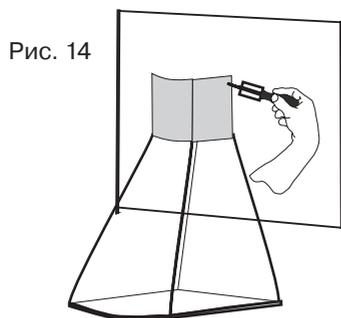

Рис. 14
5. Перед креплением декоративного короба воздуховода к планке (С, D) выведите провод для подключения вытяжки к электросети (см. пункт «Подключение к электросети»). Далее поднимите декоративный короб до совмещения узлов крепления короба и планки (С, D) и соедините их (см. рис. 14).